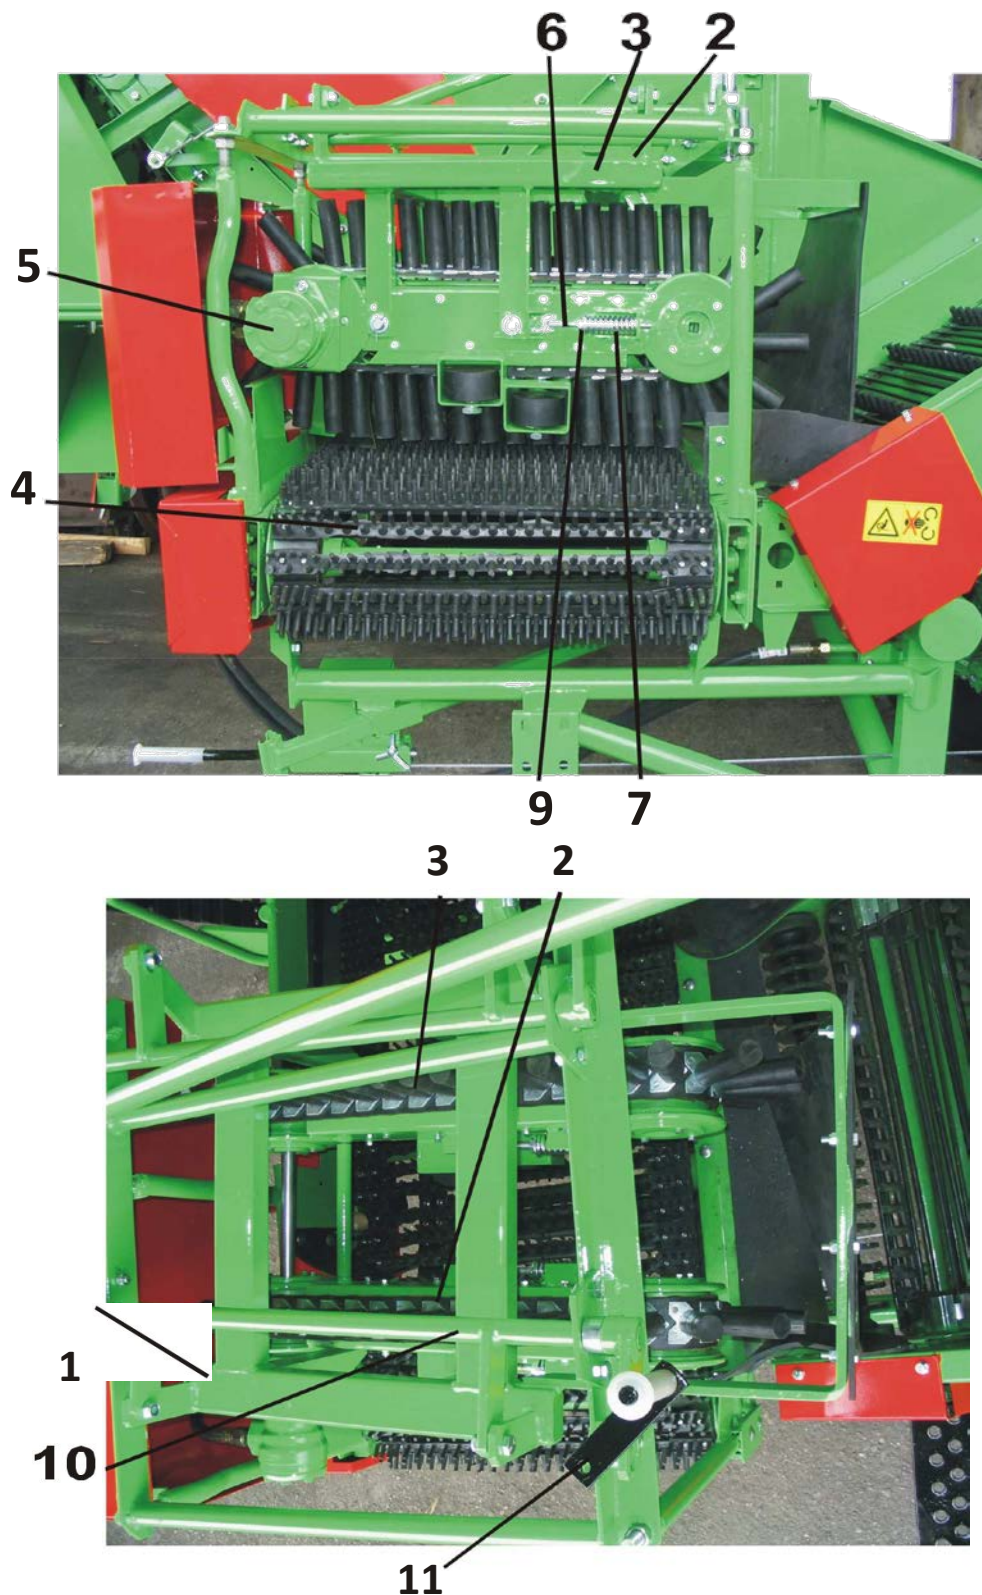

Abb. 23. Verunreinigungstrennapparat.
- das Einstellen der Abstreiferlage (2 und 3 Abb. 23) am Verunreinigungstrennapparat;
Die Einstellung der einzelnen Elemente des Trennapparats hängt von den spezifischen Plantagebedingungen ab, d.h. von der Knollengröße, der Steinmenge, Bodenqualität, Krautgröße u.s.w. Die Höhe der Abstreiferlage (2 und 3 Abb. 23) über dem Noppenband (4) wird mittels Kurbeln (11) geregelt. Sie sollen so gestellt werden, dass der linke Abstreifer ungefähr 2/3 der gesamten Kartoffelmenge während der rechte die verbleibende Kartoffelmenge abstreift.
Die höhere Stelllage der Abstreifer bringt bessere Abscheidung der Verunreinigungen mit sich, gleichzeitig werden weniger Kartoffeln verloren. Niedrigere Stelllage – größere Steinmenge und Bodenklumpen gelangt zusammen mit den Kartoffeln auf den Sortiertisch (8 Abb. 23).
Die Einstellung des Abstreiferwinkels „a“ (Abb. 23) relativ zum oberen Rahmen wird an den Bügeln (10) des oberen Rahmens eingestellt – je größer der Winkel „a“ um so schneller werden die Kartoffeln auf den Sortiertisch gebracht, aber etwas schlechter wird die Abtrennung der kleiner Verunreinigungen, der Einstellbereich reicht von $90-85^\circ$. Wenn die abgestreiften Kartoffeln sich in der Mehrzahl auf der rechten Seite des Tisches befinden, dann verschiebe den linken Umlaufabstreifer nach links, der Einstellbereich der Entfernungen zwischen den Umlaufabstreifern beträgt 290 – 320 mm.